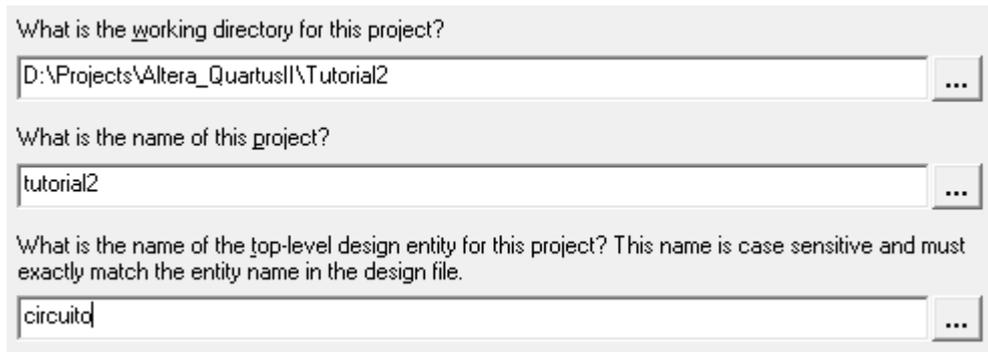

Figura 13: criação de projeto novo com inclusão do arquivo do circuito editado
- Na primeira caixa de texto, clique no botão ( **...** ) para escolher uma pasta onde será criado o seu projeto, na segunda caixa de texto digite **tutorial2** para o nome do projeto e, a terceira deverá ser preenchida com o nome do arquivo do circuito digital a ser aproveitado (**circuito.dbf**). Veja a imagem na figura 13.